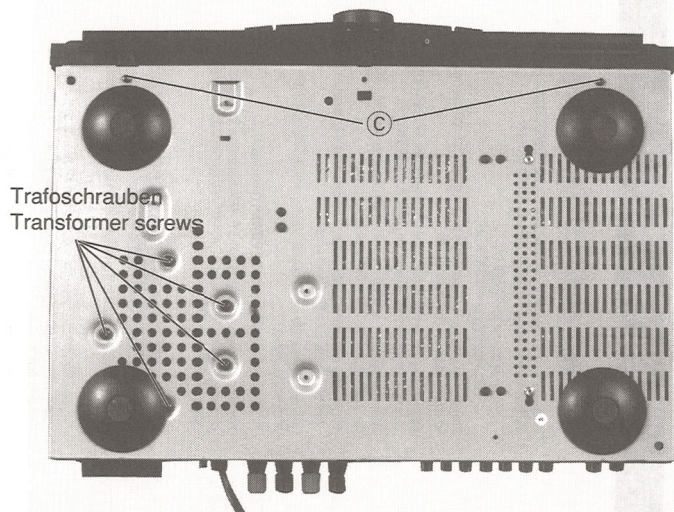

Fig. 3
- 2 Schrauben (C) (Fig. 3) herausschrauben.
- 5 Trafoschrauben (Fig. 3) an der Gehäuseunterseite herausschrauben.
- Undo 2 screws (C) (Fig. 3).
- Undo the 5 transformer screws (Fig. 3) at the bottom.